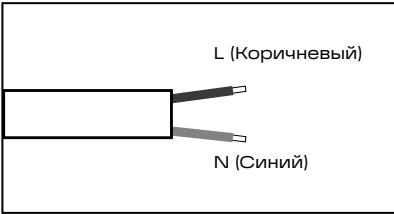

Рис. 4
- 5.12 Выполните электрическое подключение осветительного прибора согласно рис.4. Для версий с DALI подключение кабеля управления DALI осуществляется напрямую в клеммную колодку драйвера (DA).